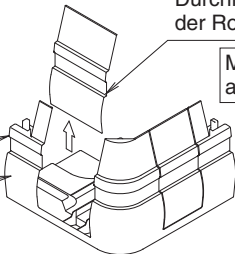

Abb. 45
- Für den Auslass von nach rechts gerichteten und rückwärtsführenden Rohrleitungen die Eckabdeckung wie in **Abb. 45** dargestellt ausschneiden und entfernen. (Gehen Sie beim Schneiden vorsichtig vor und befestigen Sie das Innengerät, damit die Teile für die Eckabdeckung nicht herabfallen können.)